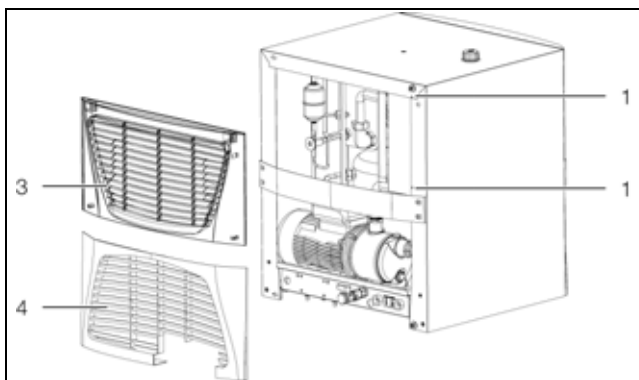

Рис. 42: Подготовка подключения к ПЛК (3320.600 и 3334.600)
- Демонтируйте решетку (рис. 42, поз. 3 и 4) с задней стороны чиллера.